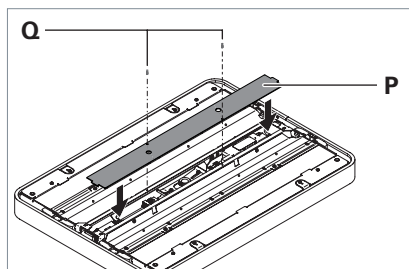

Fig. 12: Montaggio della copertura.
- Collocare la copertura **P** sulla testa dell'apparecchio, vedi Fig. 12.